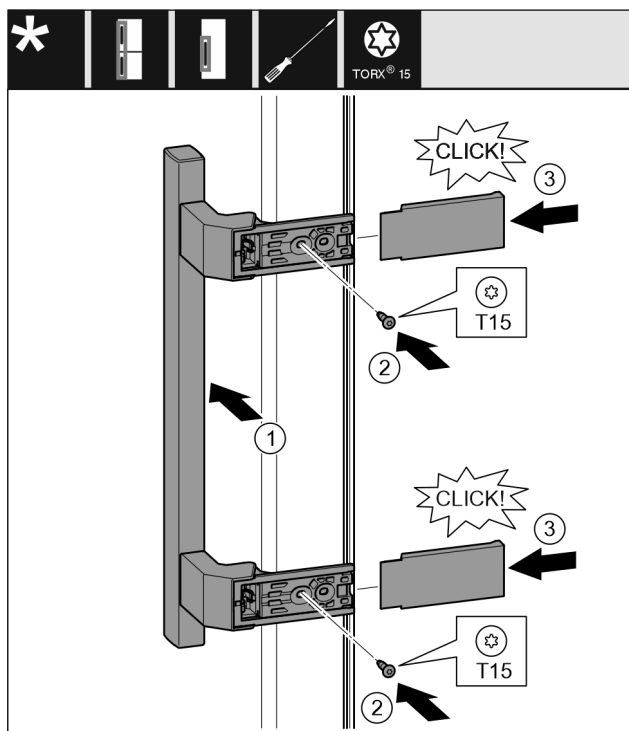

Fig. 17
- ▶ Colocar el tirador en el otro lado. Fig. 17 (1)
- ▶ Apretar los tornillos con el destornillador T15. Fig. 17 (2)
- ▶ Colocar y desplazar lateralmente las cubiertas. Fig. 17 (3)